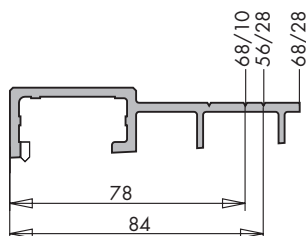

Bild 2
- Bei Flügelholzdicken/Flügelabstand 56/28 oder 68/10 Längssägeschnitt an der entsprechenden Einkerbung (Bild 2) vornehmen.